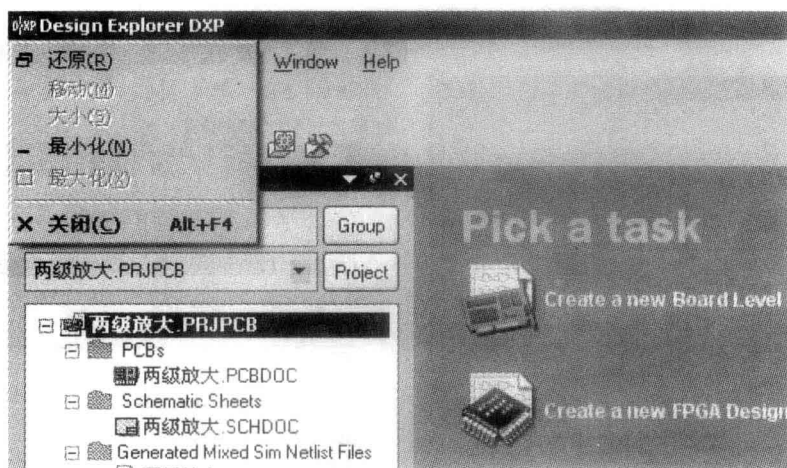

图 1-4 关闭 Protel DXP
- ① 在 Protel DXP 主窗口的标题栏中单击右上角的  按钮。
- ② 在 Protel DXP 主窗口的标题栏中单击左上角的应用程序图标 ，在弹出的下拉菜单中选择“关闭”选项，如图 1-4 所示。